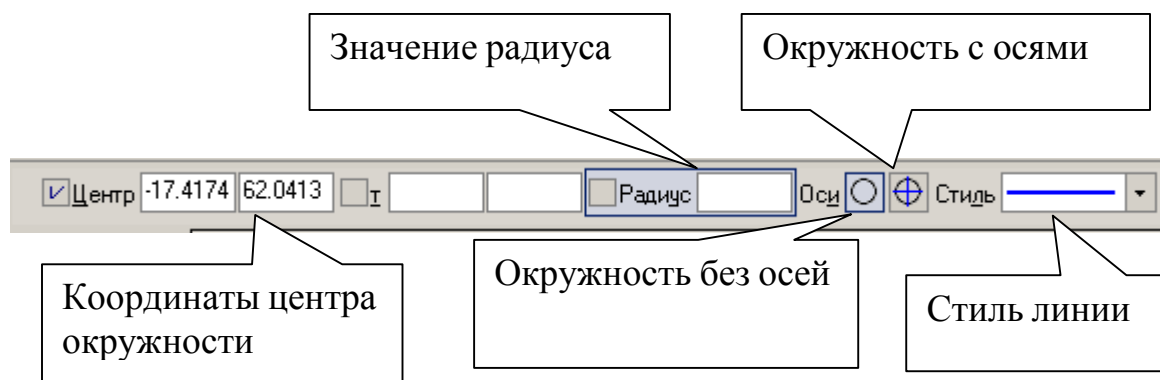

Рис. 2
1. Параметры окружности при ее создании и редактировании отображаются в отдельных **полях Строки параметров**: два поля координат **X** и **Y** центра окружности, координаты точки, принадлежащей окружности, значение радиуса окружности, поле стиля линии, рис. 2. Стиль линии для окружности должен быть основным. Выберите кнопку окружности с осями. На панели свойств, рис. 2, **активно поле радиуса окружности**, поэтому на клавиатуре наберите «10» и нажмите [Enter]. Введите координаты центра окружности (**10, 50**). Для этого двумя щелчками левой кнопкой мыши активизируйте поле **X** и введите в поле значение «10» (можно поле X активизировать с помощью клавиатуры [Alt] + [u]). Для ввода в поле значения координаты **Y** нажмите [Tab], введите «50» и нажмите [Enter].